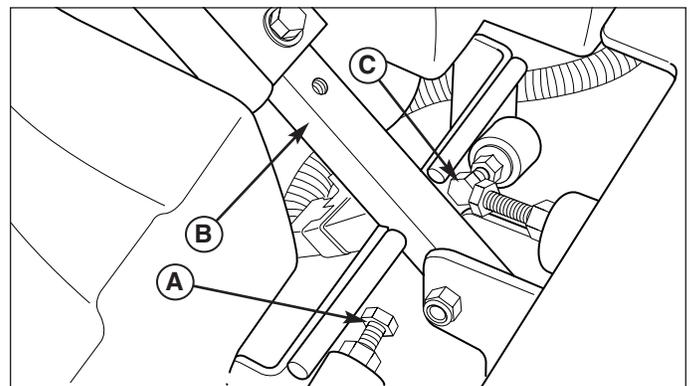

Figure 21. Réglage de la vitesse maximum
1. Débrancher les câbles de la batterie, le négatif en premier (A, figure 21).
2. Retirer la bride de maintien de la batterie (C) et la batterie.
5. Remettre la batterie dans son compartiment et l'assujettir avec la bride (C).
6. Rebrancher les câbles de la batterie, positif en premier (B).
Si le microtracteur penche vers la droite ou la gauche lorsque les leviers de commande de vitesse d'avancement sont en position avant ou arrière maximum, la vitesse maximale de chacun de ces leviers peut être équilibrée en serrant les boulons de réglage (A et C de la Figure 21). N'ajustez que la vitesse de la roue qui roule le plus vite.